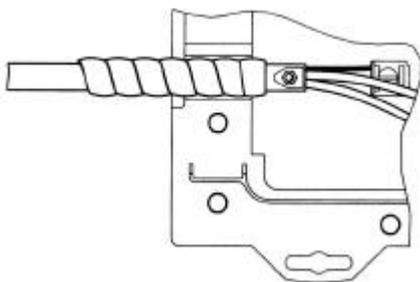

Figura 11 – Fixação do elemento de tração
5.07 Deslize o elemento de tração do cabo sob o capuz do suporte de fixação e aperte o parafuso (figura 11).